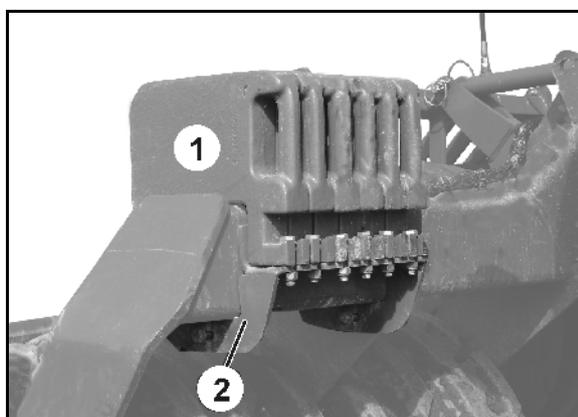

Fig. 29
- Fijar el lastre adicional (Fig. 29/1) a la chapa de sujeción (Fig. 29/2) con dos tornillos cada uno en el tubo del bastidor.